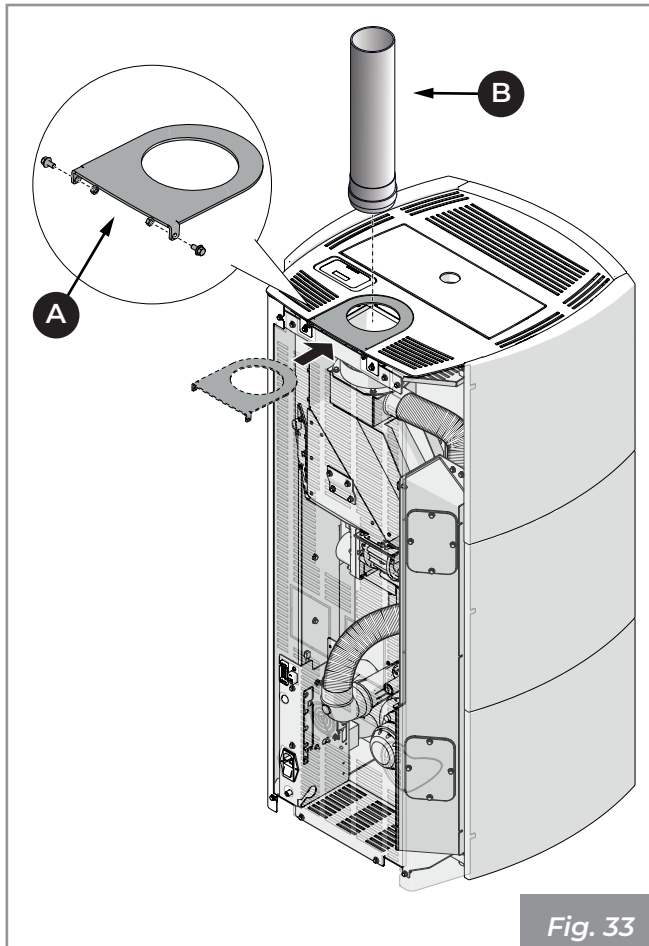

Fig. 33
- Collegare il tubo uscita fumi **(B)** (Fig. 33)